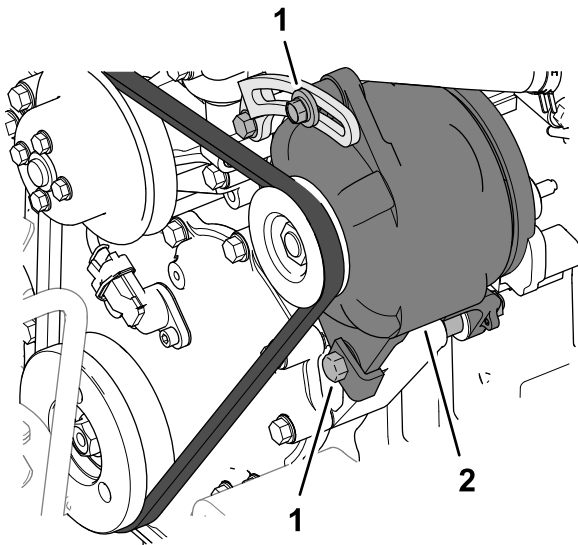

Figure 99
Vérifiez l'état et la tension des courroies (Figure 99) toutes les 100 heures de fonctionnement.
5. Si la flèche est supérieure ou inférieure à 10 mm ($\frac{3}{8}$ po), desserrez les boulons de montage de l'alternateur (Figure 99).